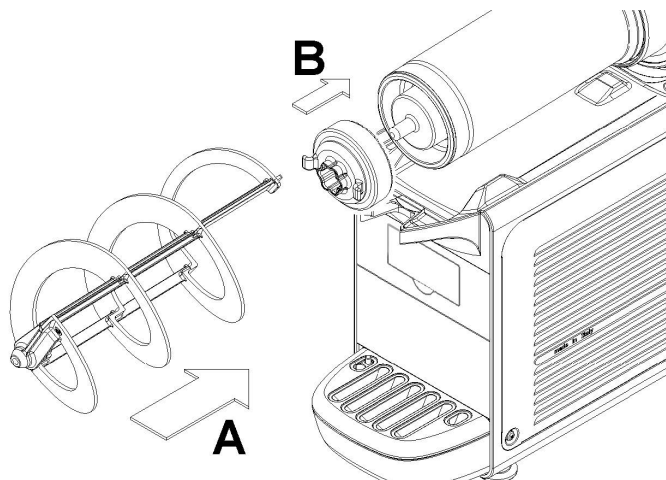

figura 43
**5** Montar de nuevo el empalme hexagonal y luego el mezclador (ver figura 43).